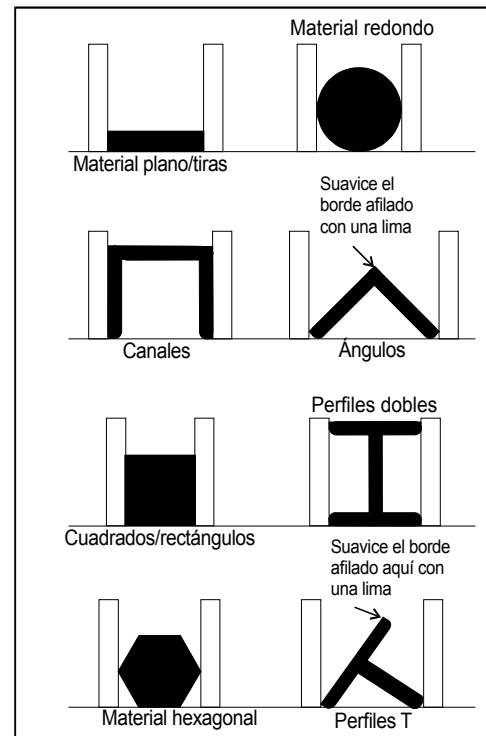

Figura 11: Colocación de la pieza de trabajo en la prensa de tornillo
3. Asegure la pieza de trabajo en la prensa de tornillo. (Vea en la Figura 11 ejemplos de piezas de trabajo en la prensa de tornillo).